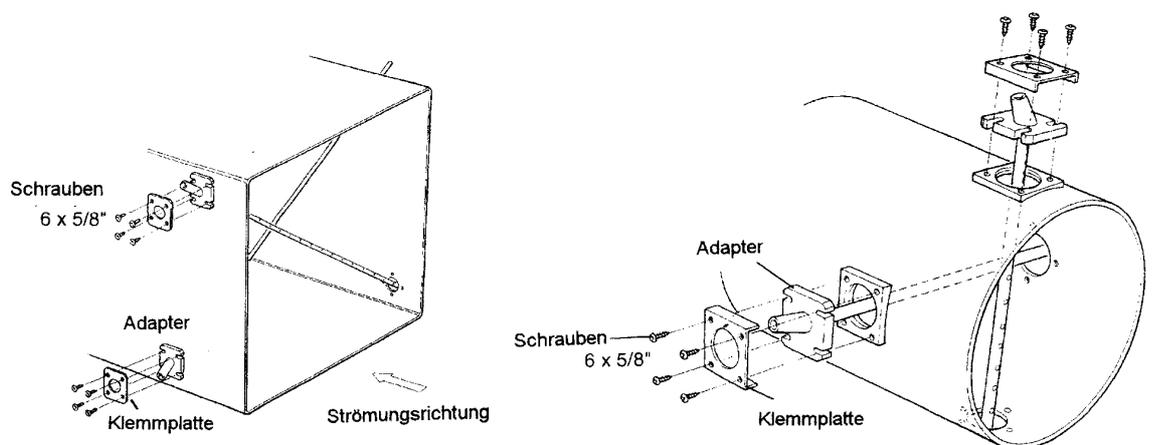

Abbildung 4 – Einsetzen der Rohre
5.3 Führen Sie die Rohre bis zum Anschlag in den Kanal ein und sichern Sie die Adapterplatten mit der entsprechenden Montageplatte und den Schrauben (Abbildung 4). Die Bohrungen längs der Druckaufnahmerohre müssen voneinander weg zeigen.